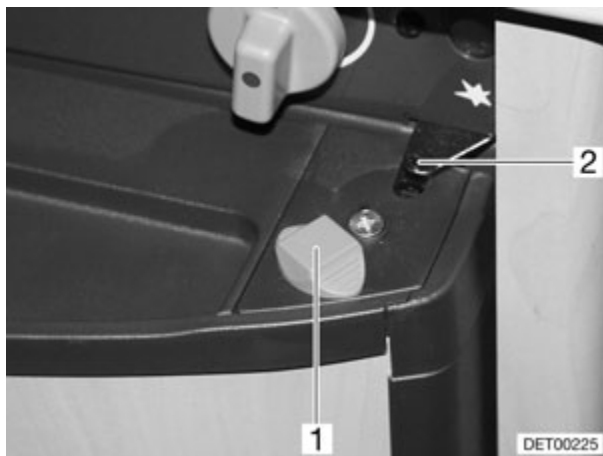

Fig. 157 Puerta del frigorífico en posición de ventilación (variante 2)
- Girar el cierre (Fig. 157,1) hacia fuera de forma que el bloqueo (Fig. 157,2) se encaje. De este modo, la puerta del frigorífico quedará ligeramente abierta.